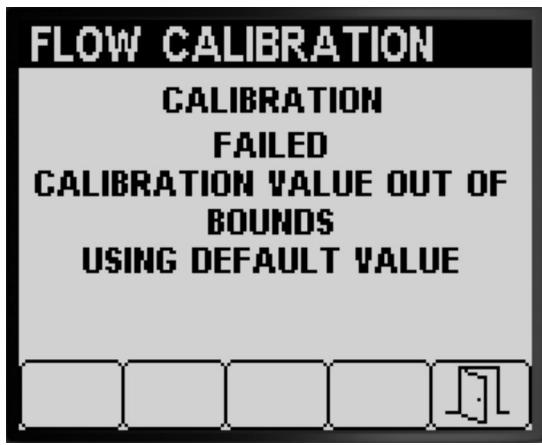

図 57
キャリブレーションの値が範囲外の場合図 57 は、代理店に連絡するか、エラーメッセージの内容を確認してもういちどキャリブレーションを行う 実測テストの準備 (ページ 16)、実測テストのためのブームの準備 (ページ 17) および キャリブレーション計算を行う (ページ 20)。
3. ボタン 5 を押して速度のキャリブレーション画面終了する図 55、図 56 および図 57。